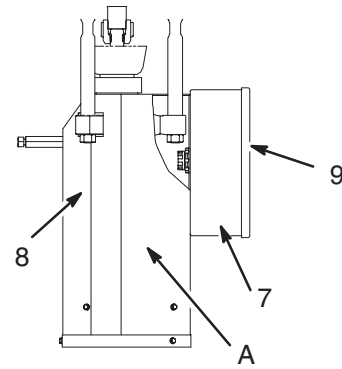

Fig. 9
1. Fig. 9. Le mastic RTV appliqué sur le capotage de la pompe risque de rendre difficile le démontage des différents éléments du capotage (8). Utiliser un couteau ou un rasoir pour racler le mastic au niveau des jonctions du capotage.
2. Fig. 9, Fig. NO TAG 480/575 V CA et Fig. NO TAG 240 V CA.